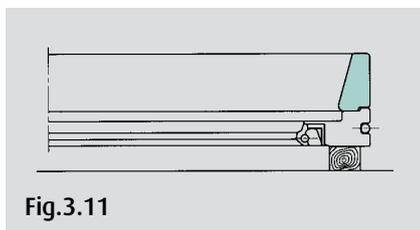

Fig. 3.11
5. Montare il cuscinetto sul porta tenuta in modo che i numeri della posizione di carico coincidano fra loro. (Fig. 3.11)